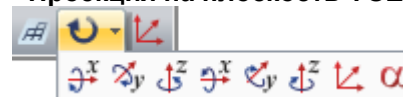

Рис. 173. Раскрывающийся список
**Поворот** (рис.173) – раскрывающийся список с заменой, который содержит команды для поворота расчетной схемы: